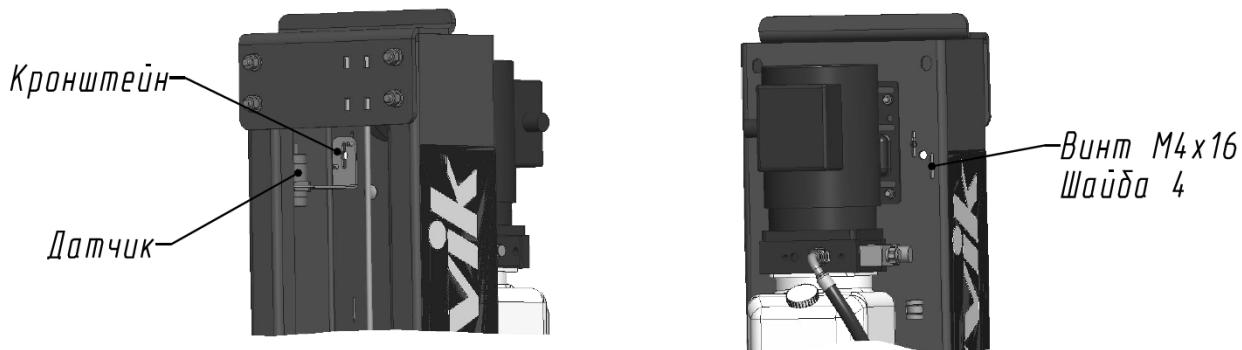

Рисунок 6.4 - Установка датчика верхнего положения каретки
6.11 Установка и настройка систем автоматического отключения привода насосной станции.(см. Рисунок 6.4)
6.11.1 Система автоматического отключения привода насосной станции срабатывает при достижении каретки крайнего верхнего положения (~ 1750 мм от основания стойки). Датчик верхнего положения кареток с кронштейном снимается при упаковке и поэтому его следует заново установить на верху правой стойки. Винты M4x16 (см. Рисунок 6.4) необходимо располагать в пазах стойки в среднем положении.